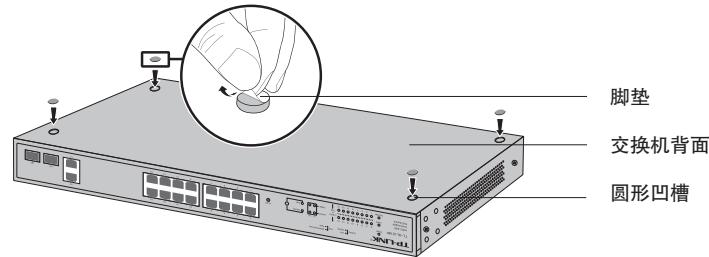

图2-1 桌面安装示意图
2. 逐个揭去4个脚垫的胶面保护纸，分别黏贴在位于机壳底部四角的圆形凹槽中，如**图2-1**所示；